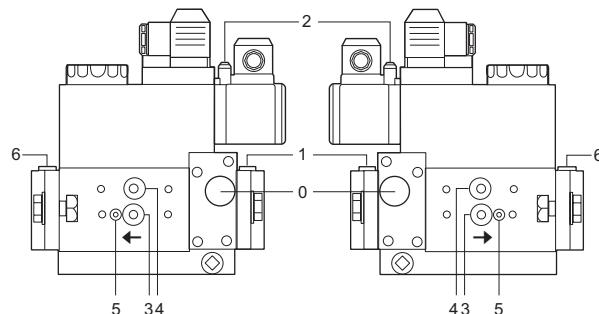
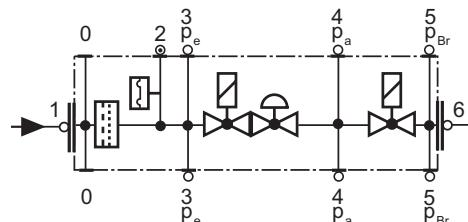

Fig. 51
Fig. 52
- Curatati si examinati cartusul filtru pentru gaz si daca este cazul, il inlocuiti (vezi Fig. 51)
- Schimbati filtrul daca diferența de presiune dintre prizele 1 si 3 (Fig. 51-Fig. 52) este $\Delta p > 10$ mbar.
- Schimbati filtrul daca diferența de presiune dintre prizele 1 si 3 (Fig. 51-Fig. 52) este de doua ori mai mare comparata cu cea de la ultima verificare .